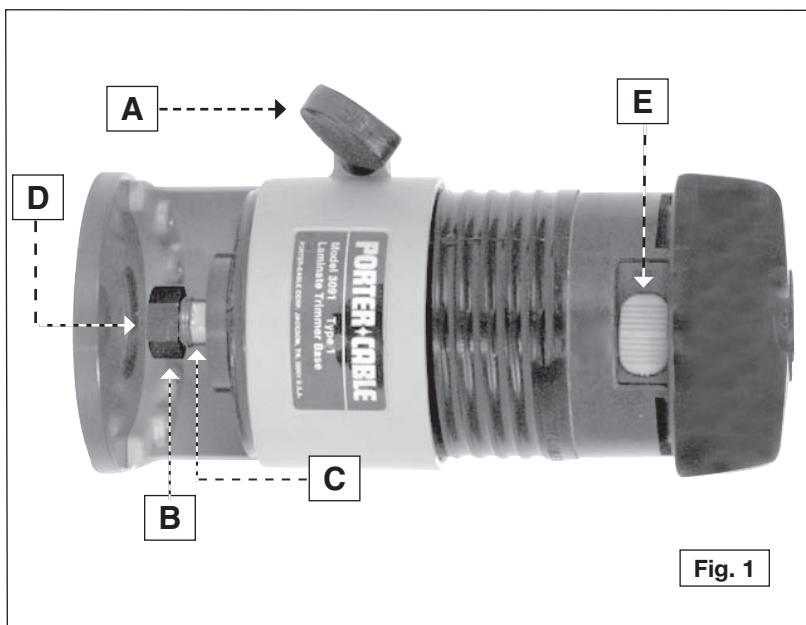

Fig. 1
1. Détachez maintenir la molette et abaissez l'unité de puissance pour exposer l'écrou de bague. Fig. 1.
2. L'unité et le tour de puissance de prise droit et reposent l'unité sur le dessus plat. Fig.1.